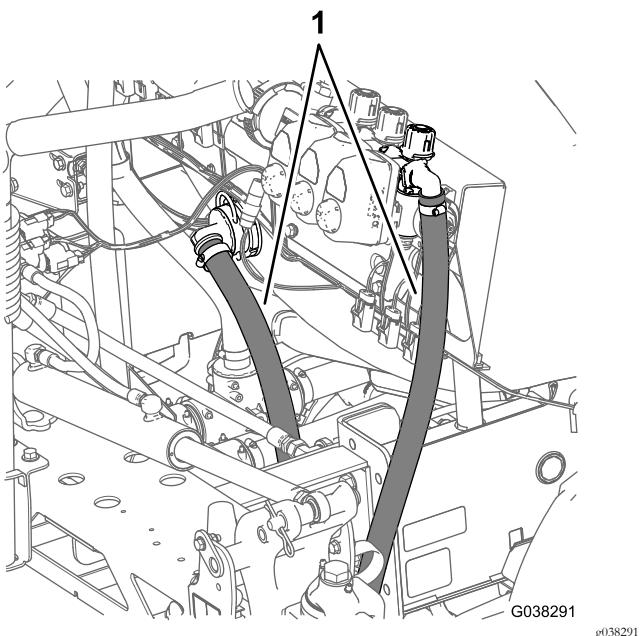

图78
- 如图78中所示将喷洒臂段旁通软管绕右机架槽布向位于打药车药缸内的隔板接头。